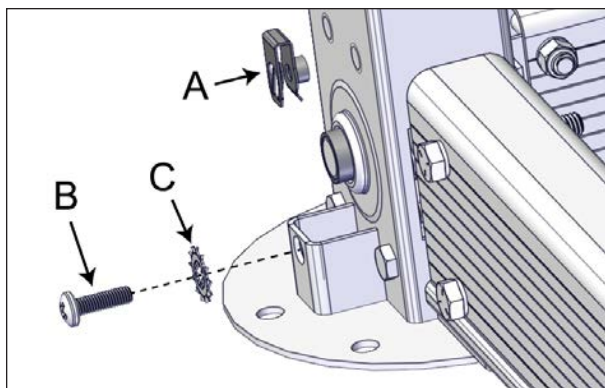

FIGURE 25: INSTALLATION DE L'AGRAFE ÉCROU
19. Installer l'agrafe écrou pour le manchon dans le bas de chaque vérin côté sans moteur avec une vis à tête cruciforme M6 x 20 mm et une rondelle plate à double denture de 6 mm (1/4 po). Seuls les vérins côté sans moteur nécessitent une agrafe écrou, voir Figure 25.